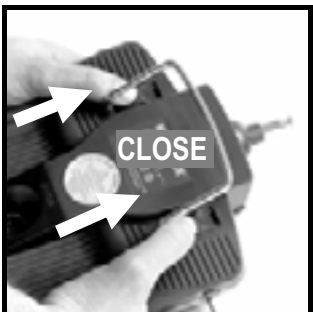

Abb. 9.4.1.4.
- Gehäuseboden vorsichtig schräg auf die Gehäusehinterkante aufsetzen und darauf achten, dass beide Halteklammern korrekt aufsitzen (Pfeile in → Abb. 9.4.1.3.).